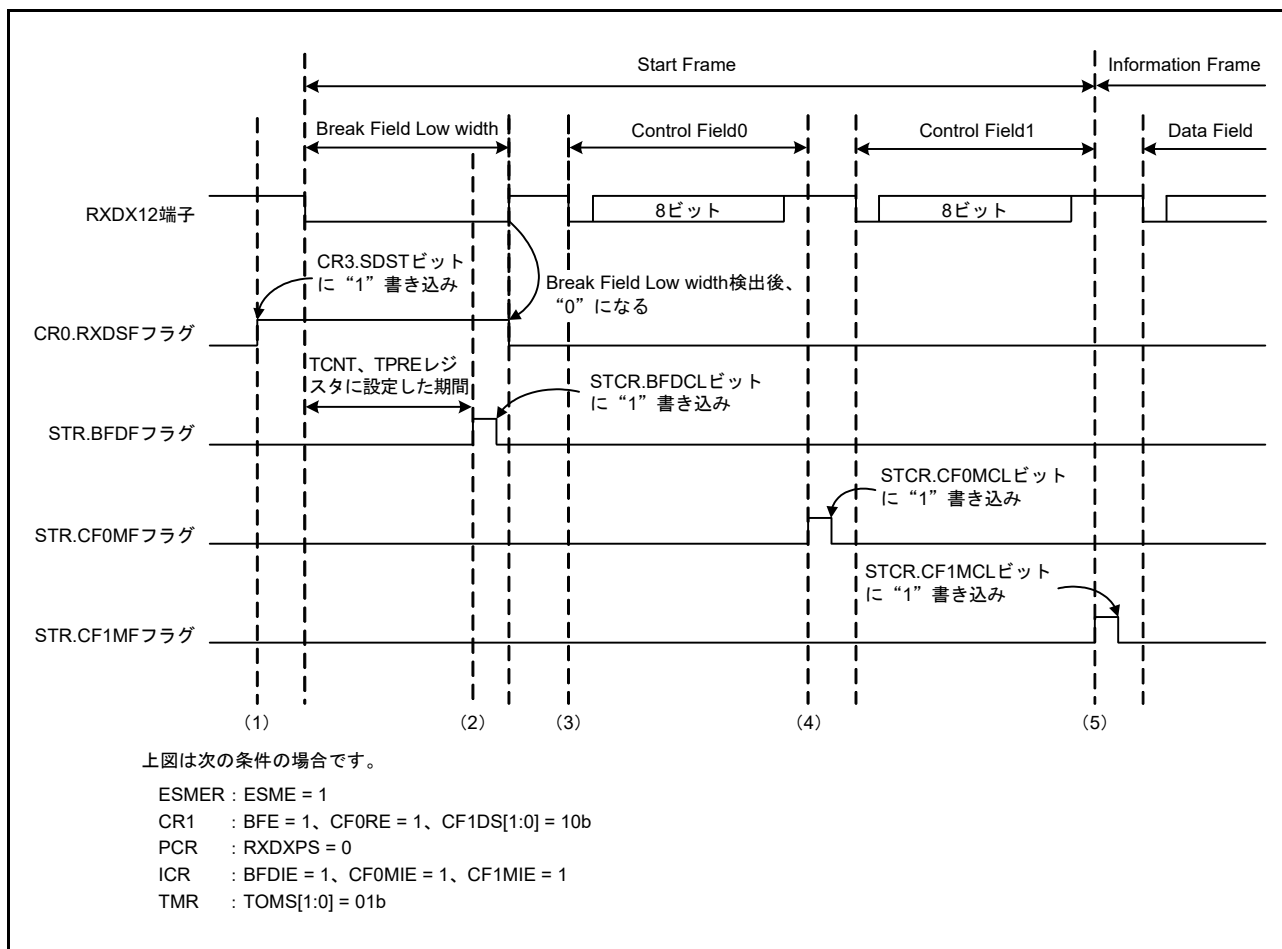
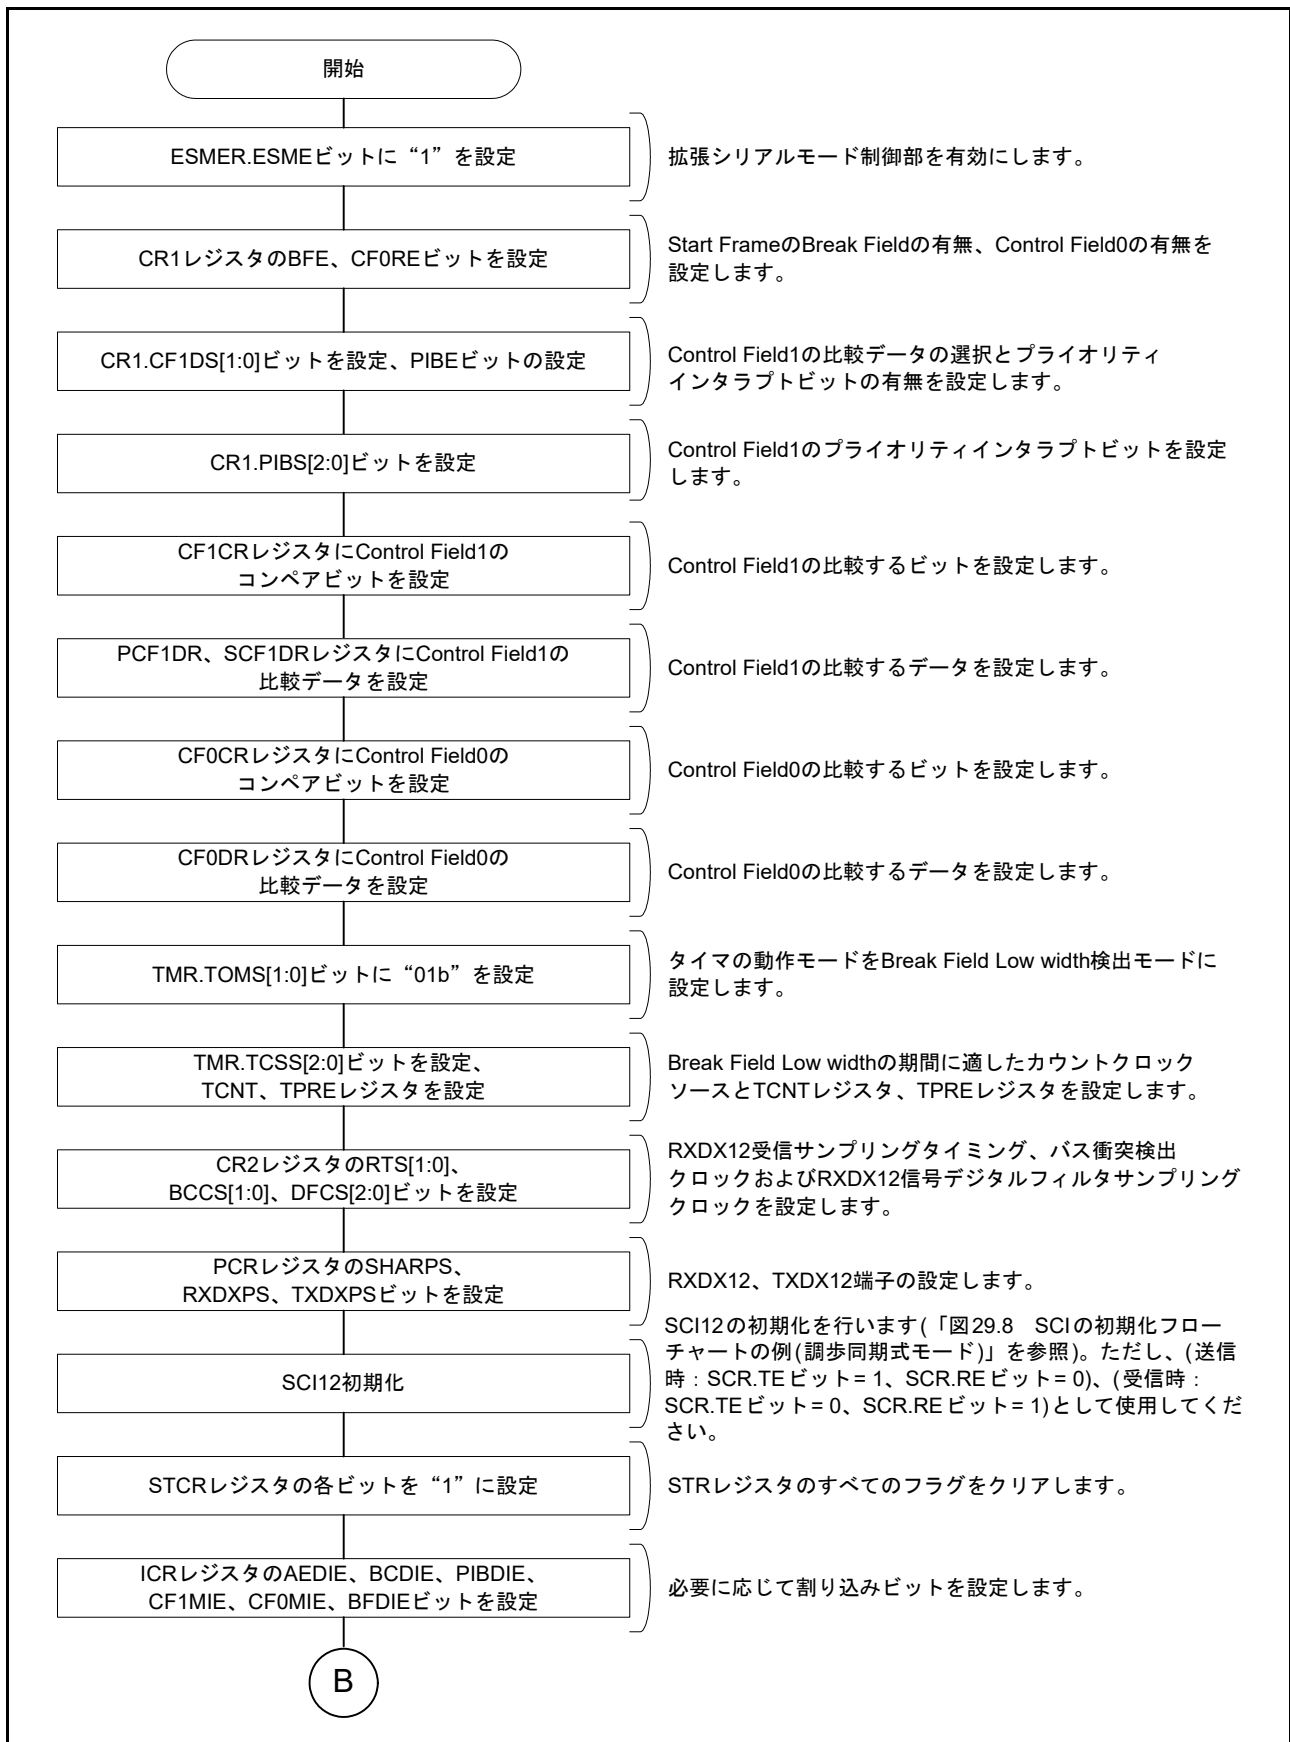
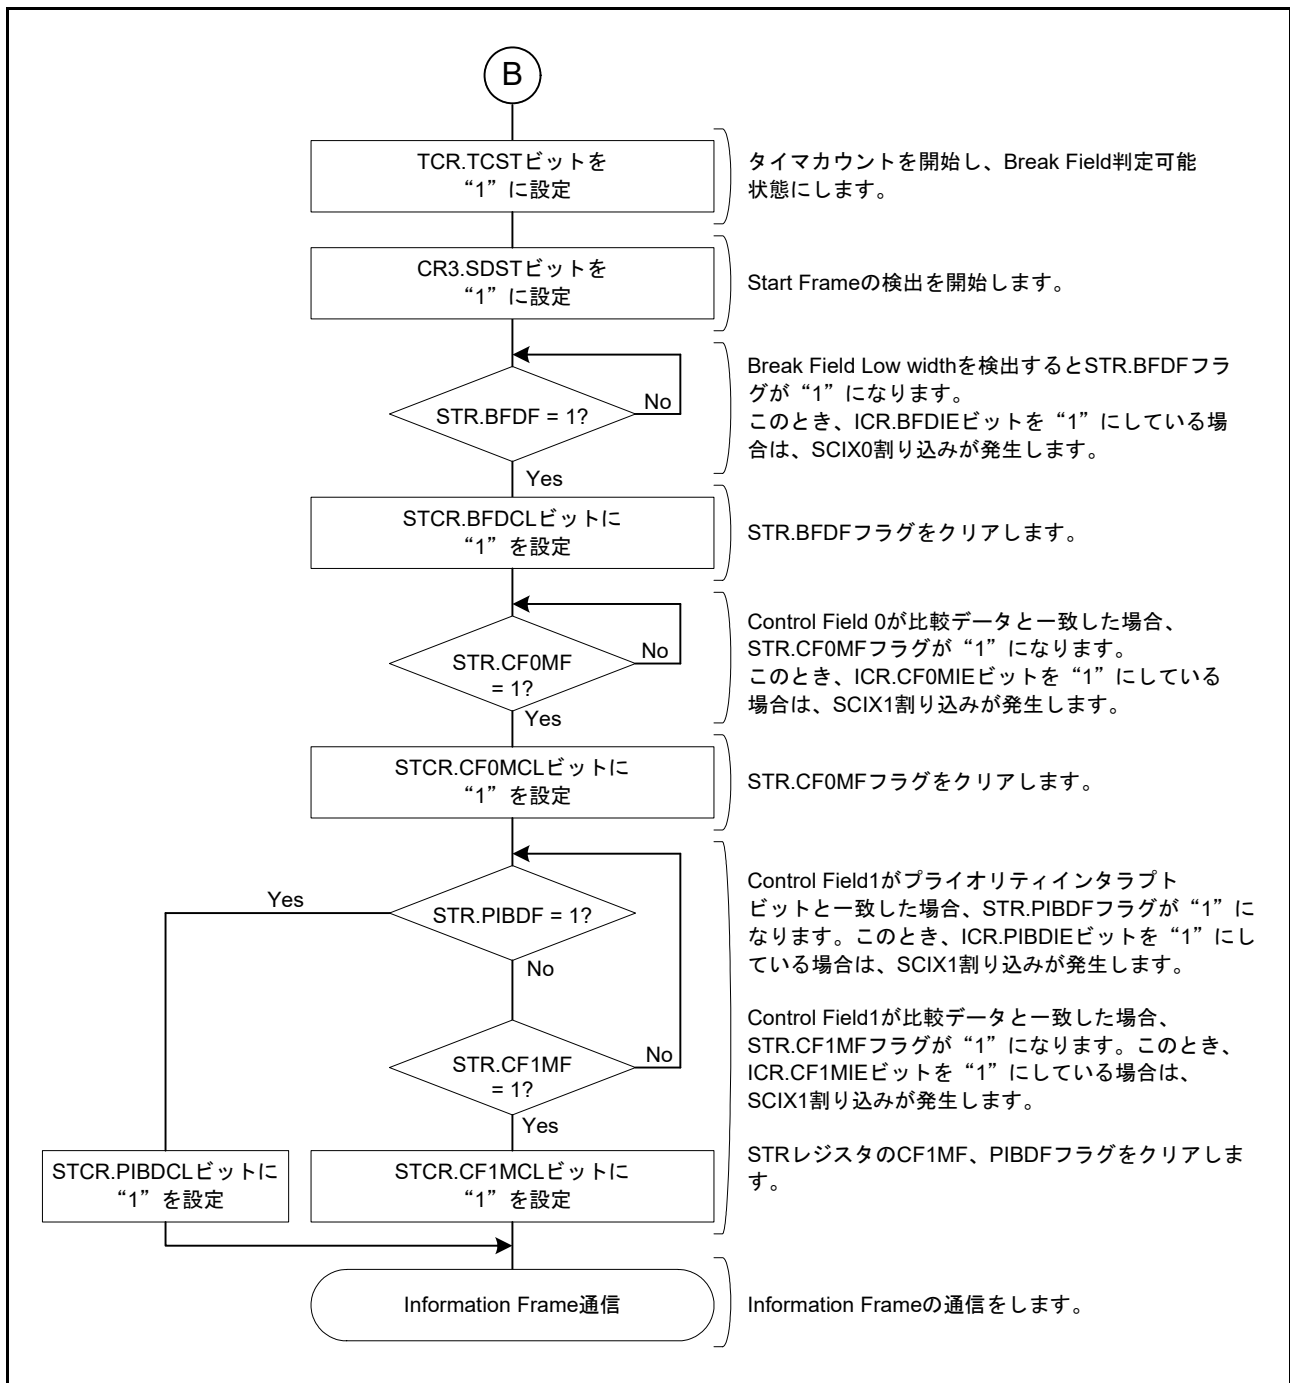
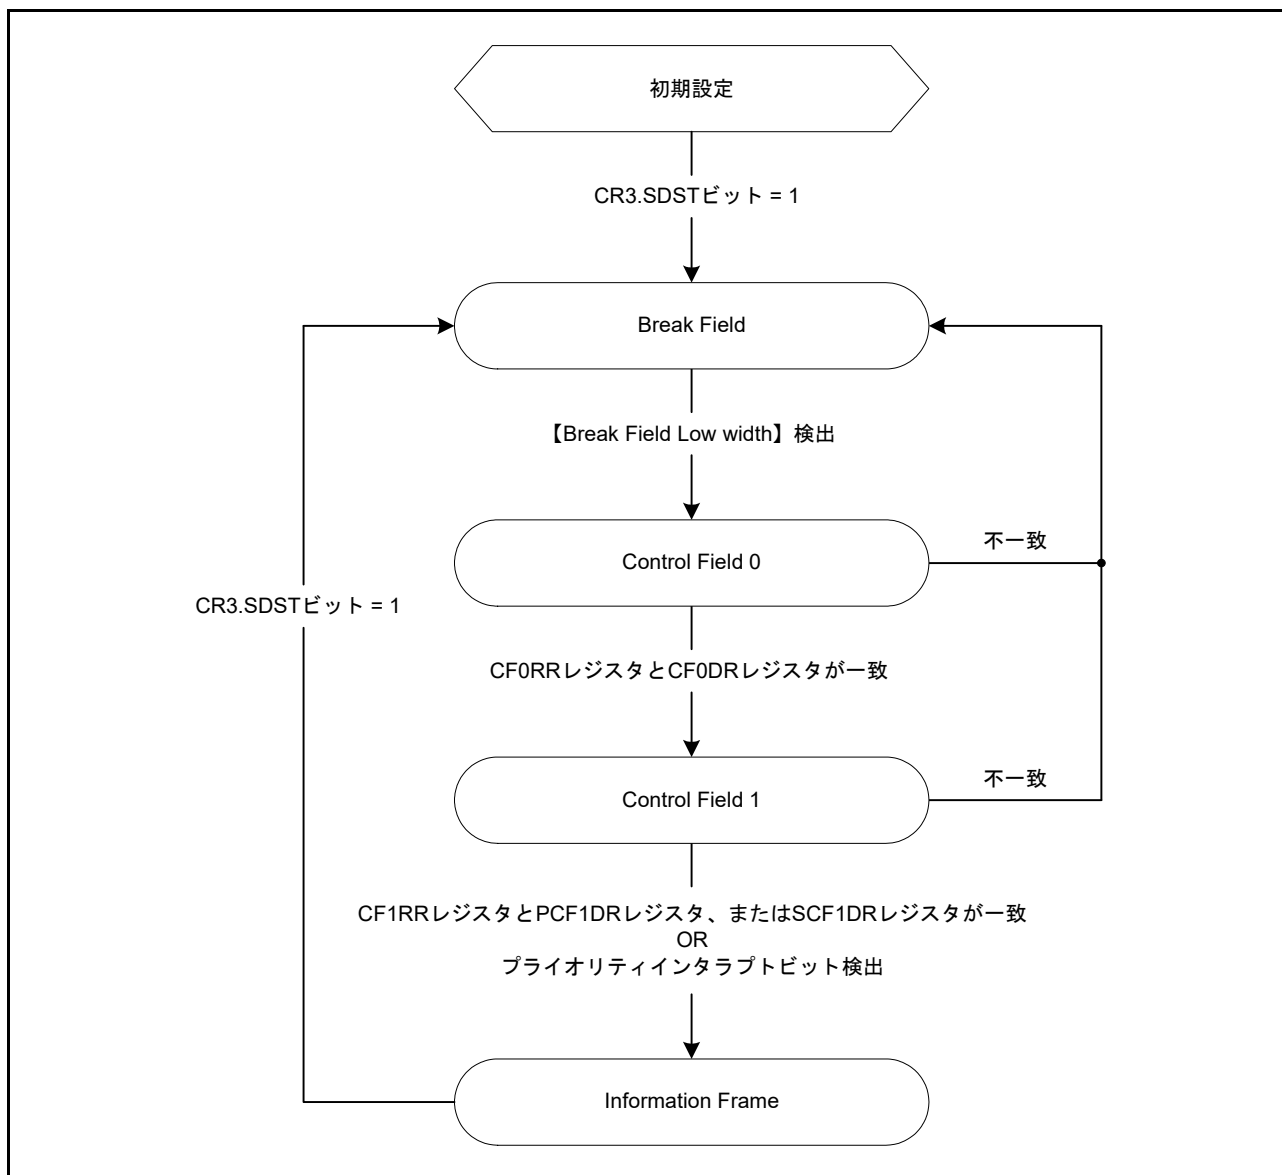

図 29.64 Start Frame 受信時の動作例
図 29.65 Start Frame 受信フローチャート例 (1)
図 29.66 Start Frame 受信フローチャート例 (2)
図 29.67 Start Frame 受信時の状態遷移図
図 29.64 に Break Field Low width、Control Field 0 および Control Field 1 で構成される Start Frame の受信時の動作例を示します。また、図 29.65、図 29.66 に Start Frame の受信を行うためのフローチャート、図 29.67 に Start Frame 受信時の状態遷移図を示します。
(1)～(4) は図 29.64 の Start Frame 受信時の動作例 (1)～(4) と同様になります。
(5) CR1.PIBS[2:0] ビットで指定したビットの値が PCF1DR レジスタに設定した値と一致した場合、STR.PIBDF フラグが“1”になります。また、ICR.PIBDIE ビットを“1”にしている場合は、SCIX1 割り込みが発生します。その後、Information Frame の通信を行います。Control Field 1 で受信したデータが PCF1DR レジスタまたは SCF1DR レジスタに設定したデータのどちらとも一致せず、プライオリティインタラプトビットも検出しない場合は、Break Field Low width 検出前の状態に遷移します。